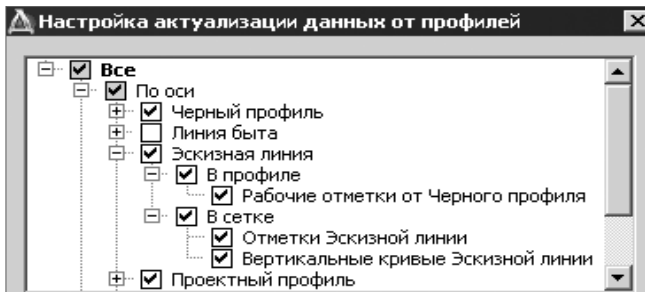

Рис. 20.5
- предварительно выбраны данные от эскизной линии, которые следует получать при актуализации (команда **Установки/ Настройка актуализации данных профилей и сеток**) (рис. 20.5).